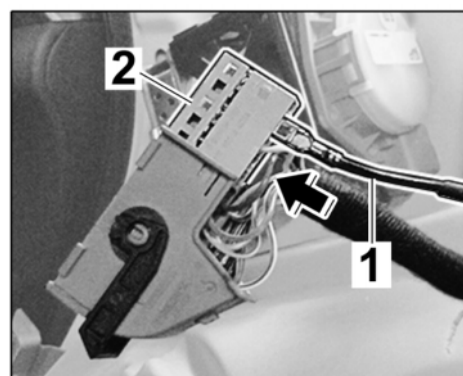

Bild 21
- 3.10.3 Buchsenkontakt $\Rightarrow$ *Bild 21 -1-* in graues Buchsengehäuse Kammer A2 $\Rightarrow$ *Bild 21 -2-* stecken.